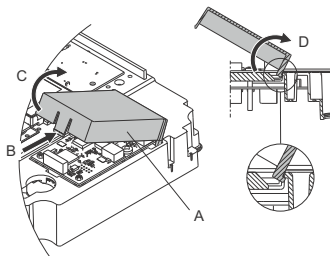

图 60 拆下 CIM 的盖子。
2. 按下锁定键(图 60, B), 拆下CIM的盖子(图 60, A), 抬起盖的末端(图 60, C)。然后把盖子从挂钩(图 60, D)上抬下。